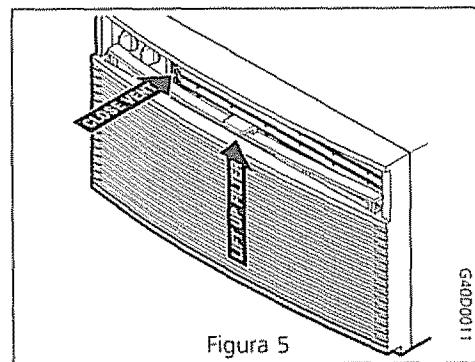

Figura 5
- Para los modelos compactos, empuje la manija del control de evacuación hacia la posición CERRADO. Sujete la lengüeta y levante el filtro derecho hacia arriba y hacia afuera (Figura 5). **Nota:** Para los modelos compactos sí la lengüeta del filtro visible, ver "Desmontaje del Filtro, Algunos Modelos Compactos" en la página anterior.